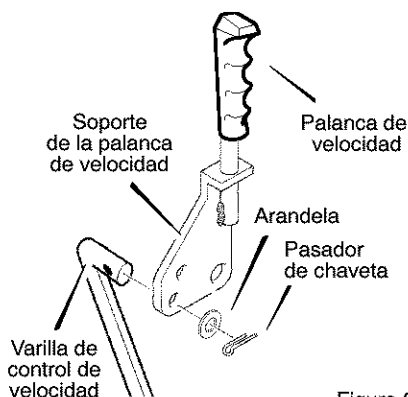

Figura 66
2. Conecte la **varilla de control de velocidad (extremo en ángulo de 90°)** al **soporte selector de velocidad** con la **arandela** y el **pasador de chaveta**. Vea la Figura 66.